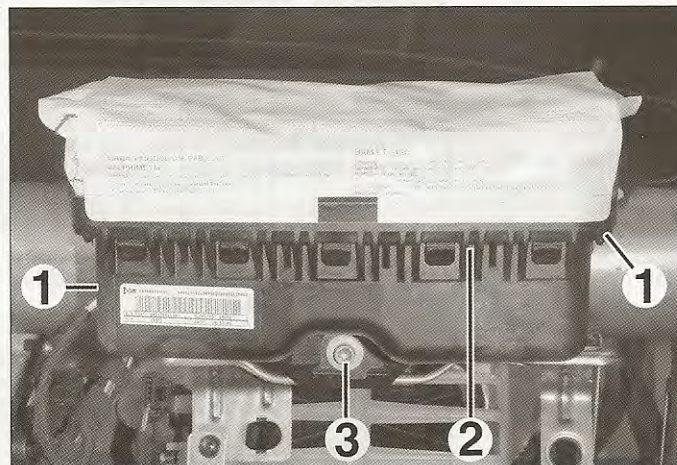
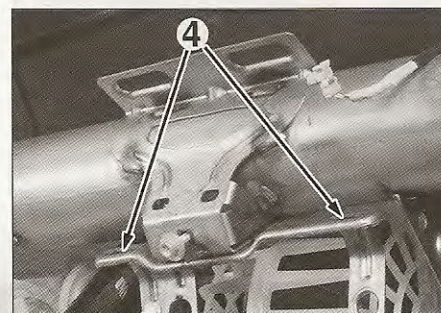

FIG. 7
FIG. 8
- Desconectar los 2 conectores (1) dispuestos en ambos lados del airbag (2) (fig. 7).
- Desmontar el tornillo de fijación (3) del airbag de pasajero.
- Retirar el airbag de sus patas de fijación trasera (4) (fig. 8).